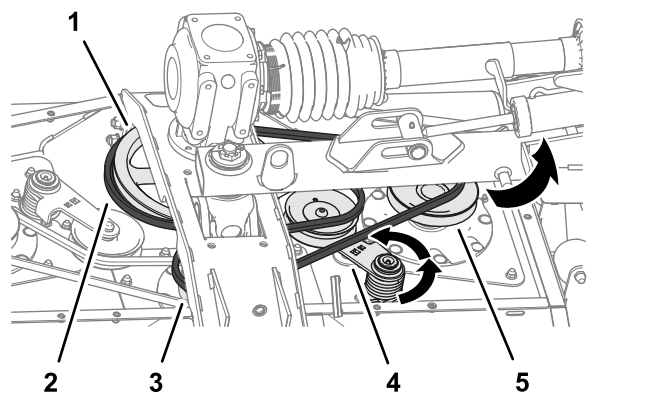

Figure 65
2. Au moyen d'une barre de levier ou d'un outil similaire, faites tourner le tendeur de la longue courroie dans le sens antihoraire et déchaussez la courroie de la poulie de tendeur (**Figure 65**).
3. Déchaussez la longue courroie de la poulie d'entraînement, de la poulie d'axe central et de la poulie d'axe droit (**Figure 65**).